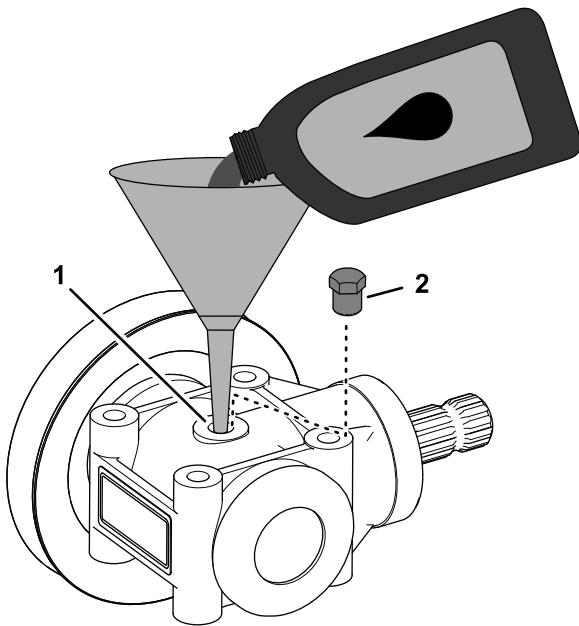

Figura 120
3. Ruotate la scatola a ingranaggi sino a portare il foro del tappo dell'alloggiamento in alto (Figura 120).
4. Aggiungete 112 ml dell'olio per scatole a ingranaggi specificato nell'alloggiamento della scatola a ingranaggi attraverso il foro posto sull'alloggiamento stesso (Figura 120).
5. Montate il tappo dell'alloggiamento nel relativo foro della scatola a ingranaggi del piatto di taglio (Figura 120).